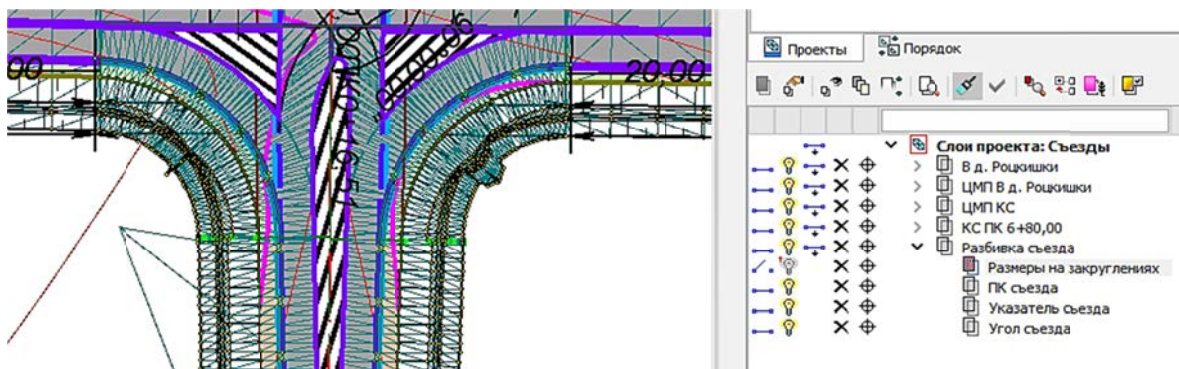

Рис. 4.21. Пример отображения размеров
12. Примените построение. Пример представлен на рис. 4.21.